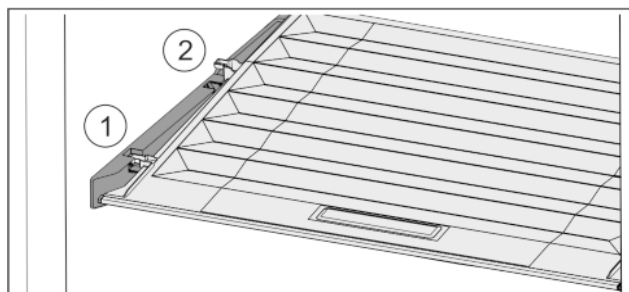

Fig. 33
- ▶ Потянуть крышку до отверстия в поддерживающих деталях вперед Fig. 33 (1).
- ▶ Поднять сзади снизу и извлечь Fig. 33 (2) движением вверх.